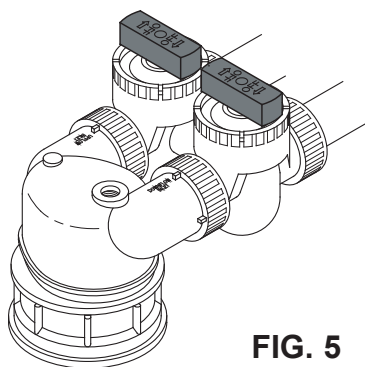

FIG. 5
- Mettre la ou les vannes de dérivation à la position **DÉRIVATION** : Vanne de dérivation simple : tourner chaque poignée à angle droit du débit d'eau (cf. Fig. 5). Système à 3 vannes : fermer les vannes d'entrée et de sortie, puis ouvrir la vanne de dérivation (cf. Fig. 4).